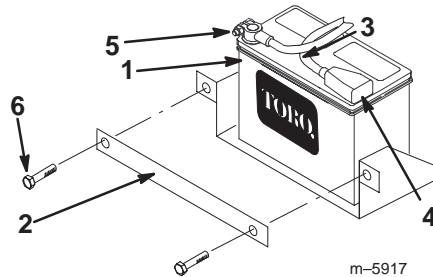

Figure 1
2. Enlevez les boulons, les écrous et la barre de fixation de la batterie (Fig. 1).
- Fixez la batterie au châssis à l'aide de la barre, des boulons et des écrous retirés précédemment (Fig. 1).
- Connectez le câble positif (rouge) à la borne positive (+) de la batterie à l'aide du boulon et de l'écrou fournis avec la batterie (Fig. 1). Glissez le capuchon de caoutchouc sur la borne de la batterie.
- Connectez le câble négatif (noir) à la borne négative (-) de la batterie à l'aide du boulon et de l'écrou fournis avec la batterie (Fig. 1).